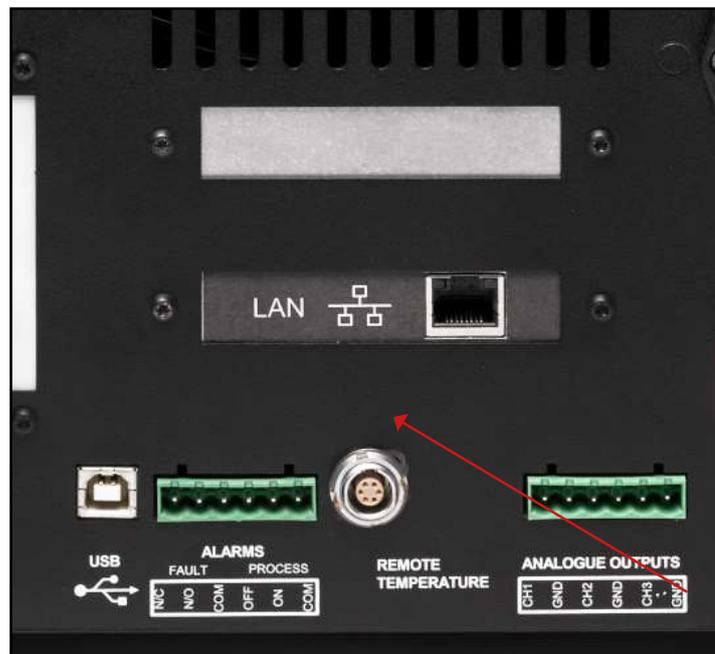

Abbildung 9 Remote-PRT-Anschluss
Die zwei Alarmausgänge sind in einem 6-poligen Schraubklemmenblock untergebracht (siehe Abb. 9). Jeder Ausgang ist 3-adrig und bietet einen Satz potenzialfreier Wechsel-Relais-Kontakte. Jeder Kontaktsatz ist mit COM (Nullleiter - 0 V), N/O (normal geöffnet bezogen auf den Nullleiter) und N/C (normal geschlossen bezogen auf den Nullleiter) bezeichnet.
1. Drehen Sie den Stecker des Temperaturfühlers, bis er in die zugehörige Buchse mit der Aufschrift **REMOTE TEMPERATURE** passt (siehe Abb. 9).
3. Zum Entfernen des Steckers ziehen Sie die Hülse (1) entlang der Steckerachse zurück - weg vom Gerät, um die Arretierung zu lösen. Ziehen Sie ihn dann behutsam aus der Buchse. **Versuchen Sie nicht, den Stecker gleich am Kabel herauszuziehen; vergewissern Sie sich, dass die Haltehülse gelöst ist.**